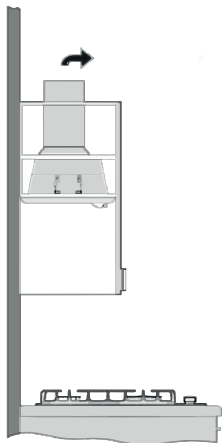

Fig. 2
**Atenție!** Trebuie făcută gaura în dulap pentru țevă (fig.2). Se recomandă să conectați hota în gaura de dulap cu o țevă ondulată.